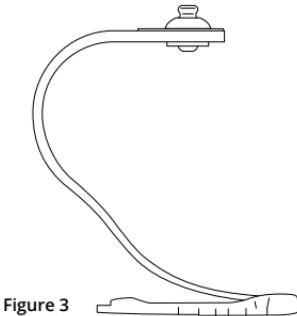

Figure 3
2. Insérez rapidement les orteils de la lame de l'Obsidian dans le logement des orteils de la semelle en caoutchouc, comme illustré à la Figure 3. Aucun adhésif n'a dû entrer en contact avec la lame de l'Obsidian à ce stade.
2. Führen Sie die Zehen der Obsidian-Blade schnell in die Zehenaussparungen der Gummisothe ein, wie in Abbildung 3 gezeigt. Zu diesem Zeitpunkt sollte kein Klebstoff mit der Obsidian-Blade in Berührung gekommen sein.